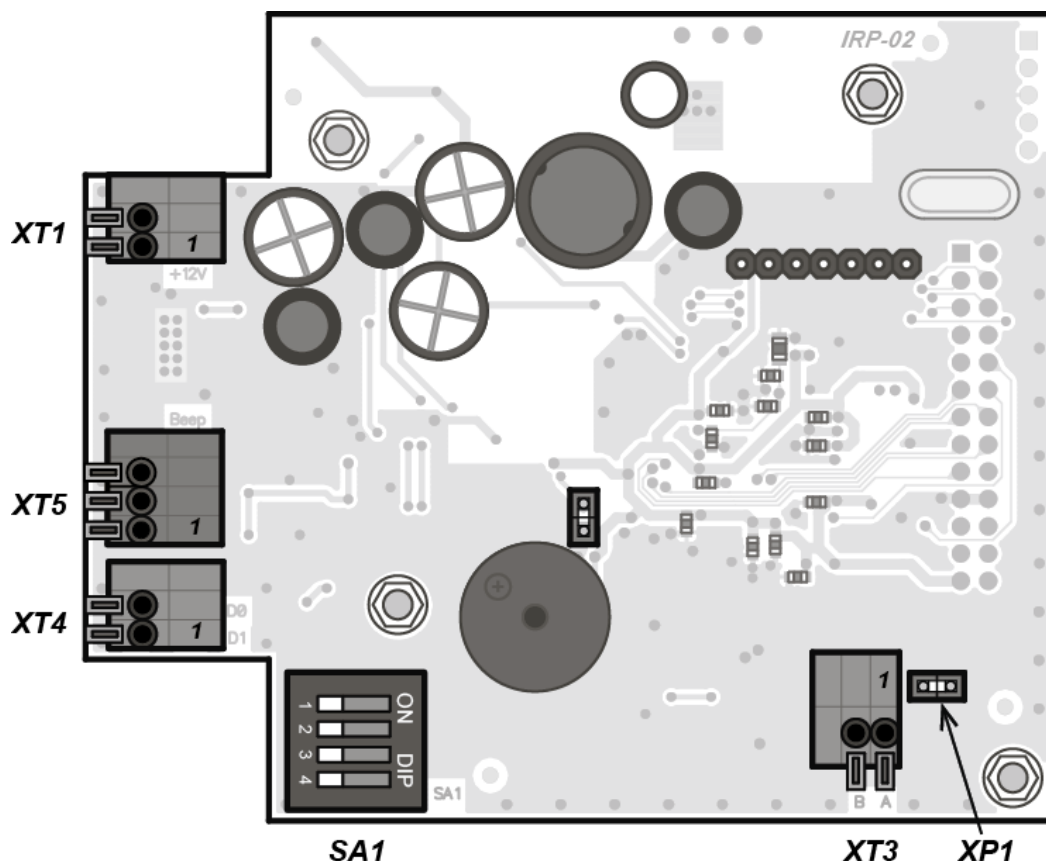
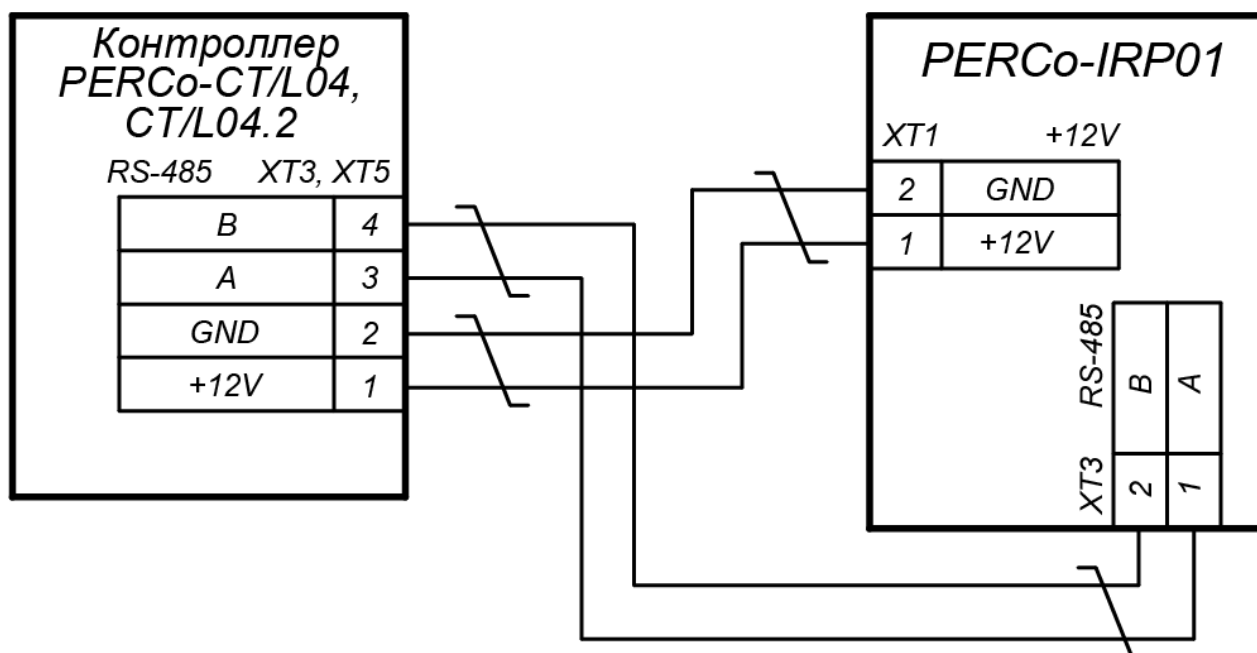
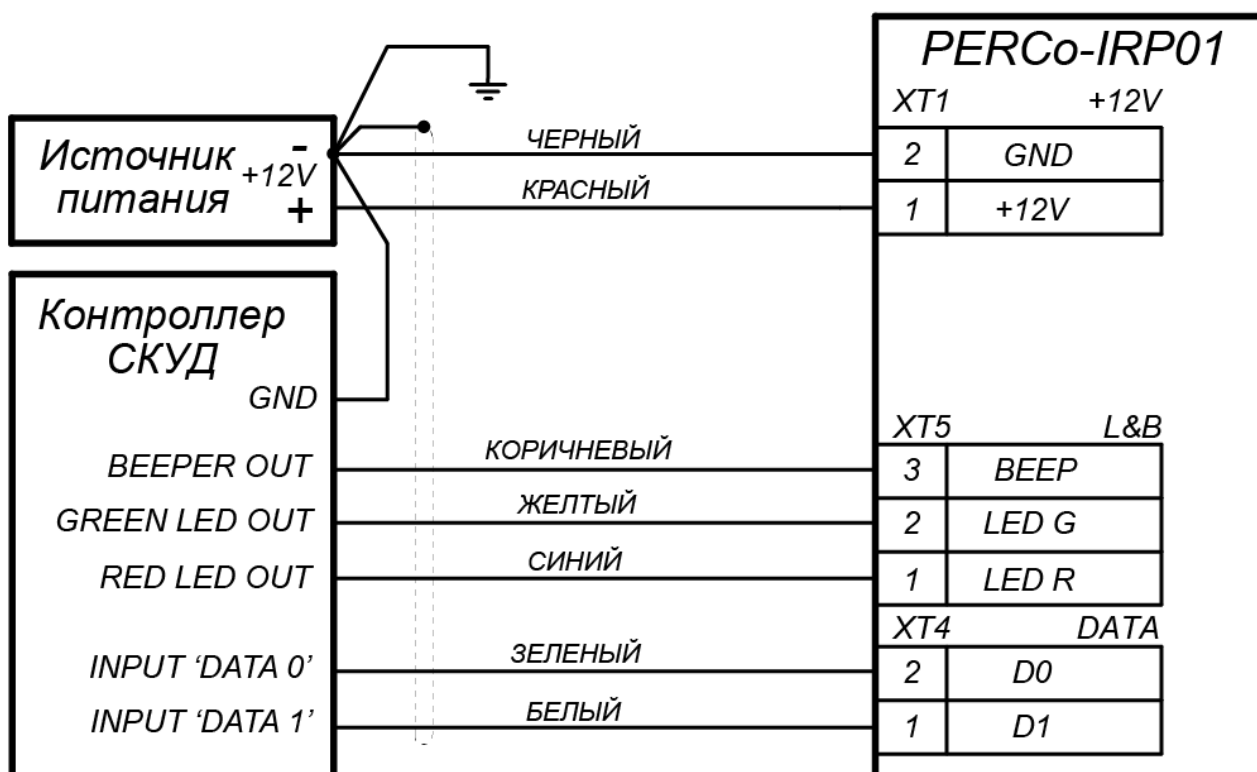

Рисунок 2. Внешний вид платы считывателя
Рисунок 6. Схема подключения считывателя к интерфейсу RS-485
Рисунок 7. Схема подключения считывателя к интерфейсу Wiegand
Выбор интерфейса считывателя осуществляется с помощью переключателя №4 DIP-переключателя **SA1**, расположенного на плате считывателя (см. рис. 2):
Подключение считывателя к контроллеру СКУД по интерфейсу *RS-485* используется в системах **PERCo-Web**, **PERCo-S-20 (PERCo-S-20 «Школа»)**. Для работы считывателя в режиме *RS-485* переключатель №4 DIP-переключателя **SA1**, расположенного на плате считывателя (см. рис. 2), должен быть установлен в положение ON.
Выбор номера считывателя осуществляется с помощью переключателей №1...№3 DIP-переключателя **SA1**, расположенного на плате считывателя (см. рис. 2), при этом переключатель №4 должен быть установлен в положение ON. Номер считывателя определяется согласно таблице 1.
Для работы считывателя в режиме *Wiegand* переключатель №4 DIP-переключателя **SA1**, расположенного на плате считывателя (см. рис. 2), должен быть установлен в положение *OFF*.
При работе с контроллерами СКУД на экране ЖКИ считывателя отображается индикация, аналогичная указанной в разделе 5.1.2. Возможны два варианта управления индикацией: «*single line*» и «*double line*». Выбор варианта индикации осуществляется с помощью переключателя №3 DIP-переключателя **SA1**, расположенного на плате считывателя (см. рис. 2), при этом переключатель №4 должен быть установлен в положение *OFF*. Вариант управления индикацией определяется согласно таблице 2.
Управляющие сигналы в случае работы в режиме «single line» передаются по линии, подключенной к контакту *Led R* (см. рис. 7) разъема **XT5** на плате считывателя (см. рис. 2). В случае работы в режиме «double line» управляющие сигналы передаются по двум линиям, подключенным к контактам *Led R*, *Led G* разъема **XT5** на плате считывателя. Для управления звуковой индикацией считывателя от контроллера СКУД необходимо соединить с минусом источника питания провод, подключенный к контакту *Beep* разъема **XT5**. Индикация считывателя в зависимости от подаваемых на него управляющих сигналов указана в таблице 3.
Выбор формата выходных данных *Wiegand* считывателя осуществляется с помощью переключателей №1 и №2 DIP-переключателя **SA1**, расположенного на плате считывателя (см. рис. 2), при этом переключатель №4 должен быть установлен в положение *OFF*. Формата выходных данных *Wiegand* считывателя определяется согласно таблице 4.
12. Проложите кабель внутри стойки-считывателя, закрепите его и подключите к плате считывателя согласно схемам подключения (см. рис. 6 или рис. 7).
14. Подключите кабель к контроллеру СКУД согласно схемам подключения (рис.6, 7).